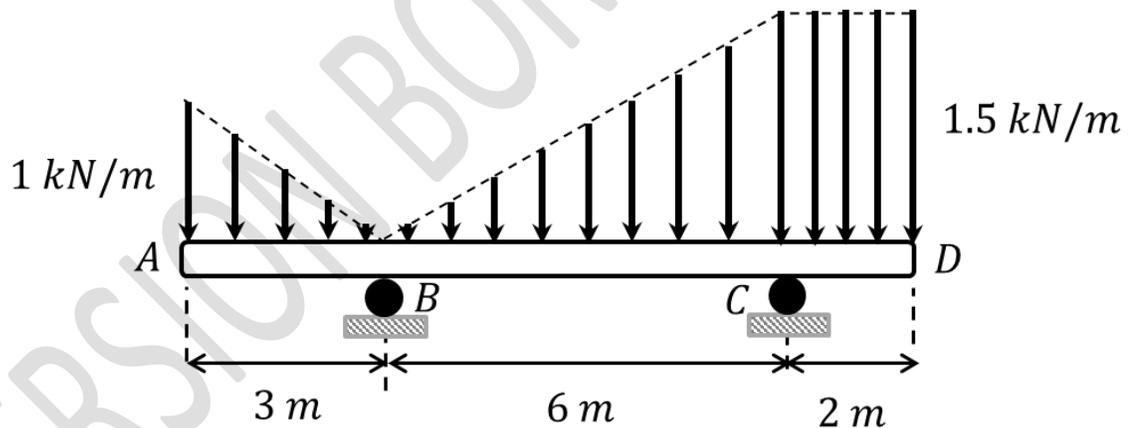

Fig. 7.21.
7.12.- Sobre una viga homogénea de peso despreciable que está montada en dos soportes B y C, se aplican tres cargas distribuidas como se muestra en la Fig. 7.21. Determine las reacciones en los soportes.